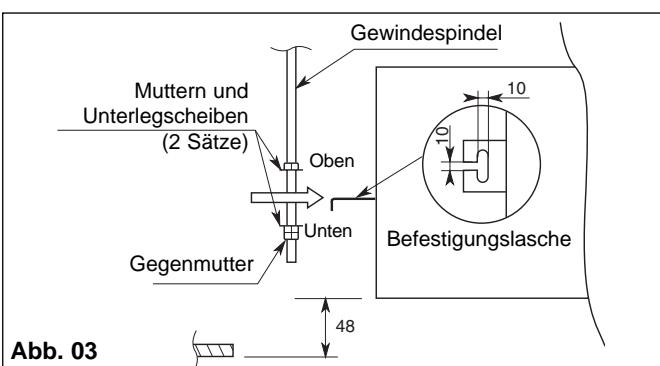

Abb. 03
- Gerät einsetzen. Dazu Muttern und Unterlegscheiben auf den Gewindespindeln (Abb. 03) anbringen.